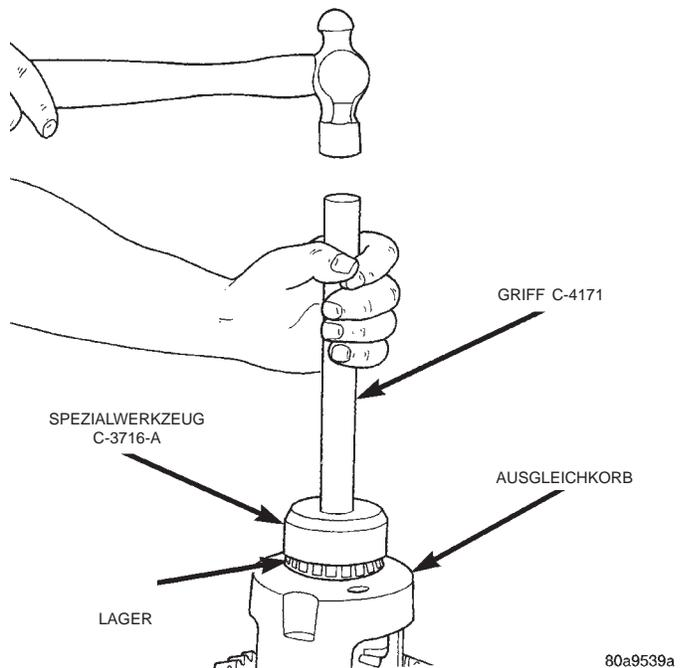

Abb. 31 Differentiallager einbauen
(1) Differentiallager mit Spezialwerkzeug C-3716-A und Griff C-4171 einbauen (Abb. 31).
(2) Ausgleichkorb im Achsgehäuse einbauen.